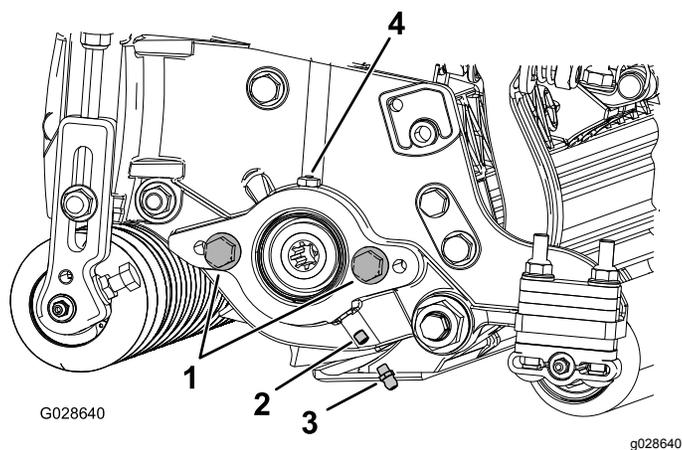

Рисунок 6
1. Выверните и удалите в отходы установочный винт на боковой пластине двигателя барабана (Рисунок 6).
2. Установите прямую масленку (**Рисунок 6**).
3. Если на боковой пластине двигателя барабана нет колпачковых винтов, установите их (**Рисунок 6**).
5. Установите двигатель барабана и заправьте консистентной смазкой боковую пластину, пока излишки консистентной смазки не выйдут из выпускного отверстия (**Рисунок 6**).